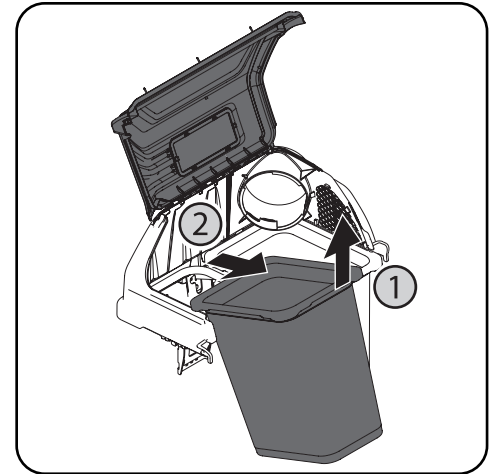

Figure 5-4
3. Retirez les deux ensembles de sac des supports en soulevant d'abord le rebord avant, puis en faisant glisser le rebord arrière vers l'avant et vers le haut jusqu'à ce qu'il soit dégagé du cadre. Consultez la Figure 5-4.